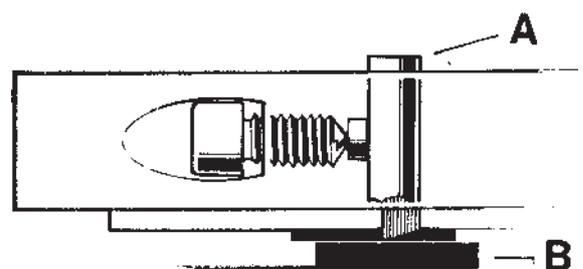

Fig. 42. Réglage de l'outil de coupe, série 60
- Régler la position en hauteur des outils de coupe en posant l'outil comme indiqué sur la figure 42. Desserrer ensuite les vis des porte-outils et laisser ces outils descendre dans les encoches correspondantes du